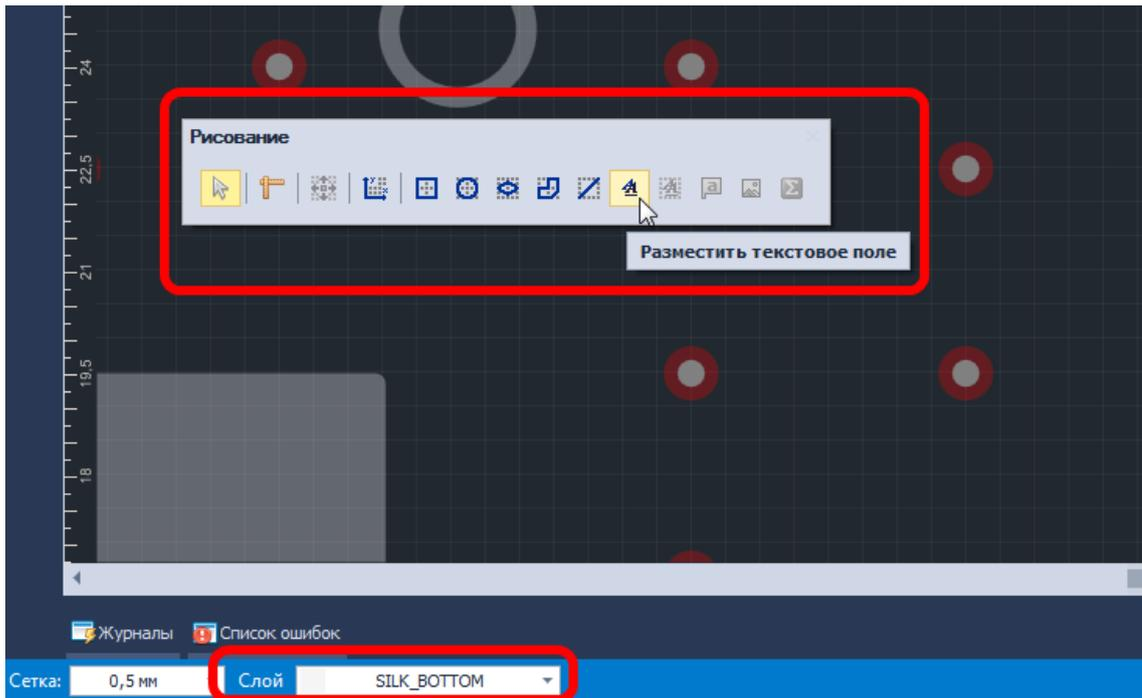

Рис. 189. Инструменты графического редактора для создания шелкографии
2. Воспользоваться инструментами графического редактора (панель инструментов «Рисование», либо контекстное меню) для размещения необходимой графики, см. Рис. 189.